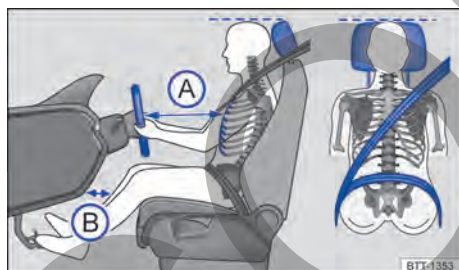

Fig. 20 Distancia correcta del conductor con relación al volante, posición correcta de la banda del cinturón de seguridad y ajuste correcto del apoyacabezas.
- Ajustar el asiento para que la distancia entre el volante y el tórax tenga como mínimo 25 cm → fig. 20 (A) y que el conductor pueda sujetar el volante del borde exterior con las dos manos y los brazos ligeramente doblados.
- Ajustar el asiento del conductor de manera longitudinal para que los pedales se puedan accionar con las piernas ligeramente dobladas y la distancia de la zona de la rodilla con el tablero de instrumentos sea de al menos 10 cm → fig. 20 (B).
- Ajuste el apoyacabezas para que su borde superior se encuentre preferentemente en la misma línea de la parte superior de la cabeza → **fig. 20**, pero no por debajo de la altura de los ojos. Posicionar la parte posterior de la cabeza lo más cerca posible del apoyacabezas.